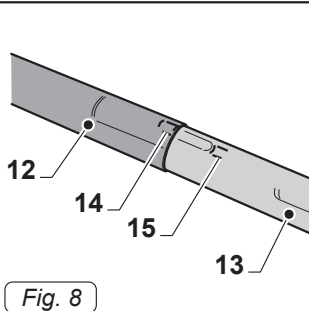

Fig. 8
- Unire le due prolunghie rigide (12-13 Fig. 8) facendo coincidere i due riferimenti (14-15 Fig. 8).